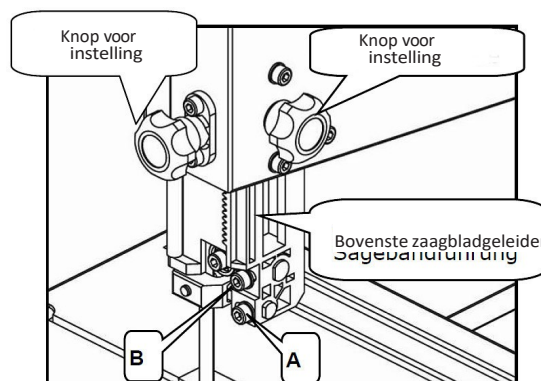
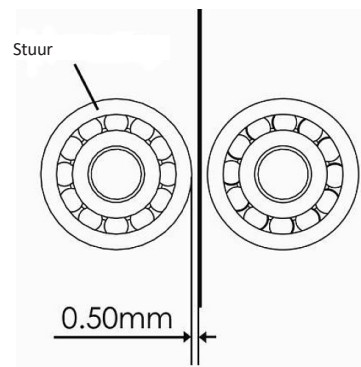

Fig. 23 : Positie van de bovenste zaagbladgeleider aanpassen
Fig. 25: Afstellen van de zaagbladgeleider
3. Draai schroef (B, Afbeelding 23) los en stel de achterkant van het handwiel af tot binnen 0,5 mm (Afbeelding 25) van de achterkant van het blad. Draai vervolgens schroef (B, Afbeelding 23) weer vast.